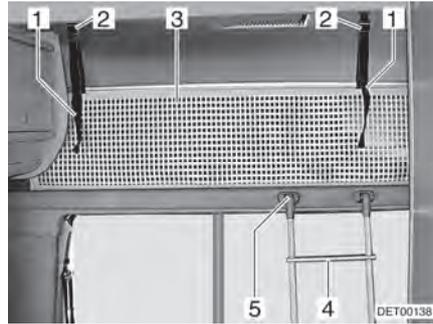

Fig. 70 Lit de capucine
Toujours monter sur le lit de capucine avec l'échelle de montée (Fig. 70,4) de série.
- Accrocher l'échelle par les longerons sur le bandeau du lit de capucine (Fig. 70,5) installé au bord du lit.
Le filet de sécurité (Fig. 70,3) de série est rangé entre le matelas et le sommier à lattes. Ne tendre le filet de sécurité qu'une fois que les personnes se trouvent dans la capucine.
- Faire s'enclencher les sangles de retenue (Fig. 70,1) dans les fixations (Fig. 70,2) au plafond.